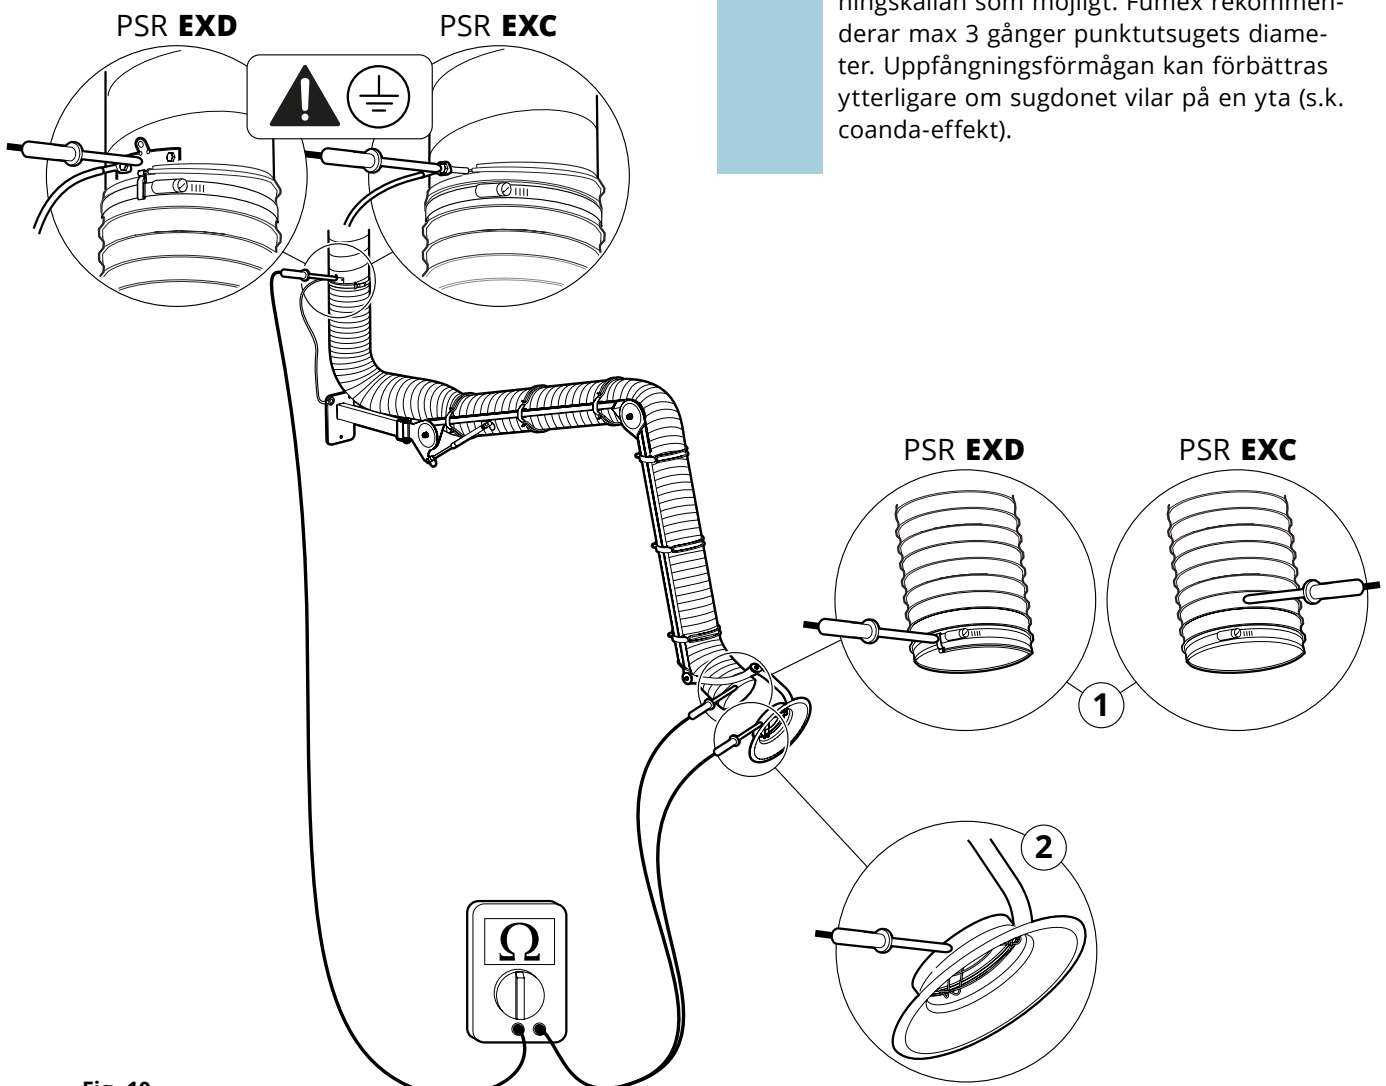

Fig. 10
3. Kontrollera slangens resistans med en kalibrerad ohm-mätare, se 1, **Fig. 10**. Resistans mellan mät-punkterna (jordplan/slanggände) ska understiga 1 M Ω .
4. Kontrollera punktutsugets resistans med en kalibrerad ohm-mätare, se 2, **Fig. 10**. Resistans mellan mät-punkterna (jordplan/huv) ska understiga 1 M Ω .